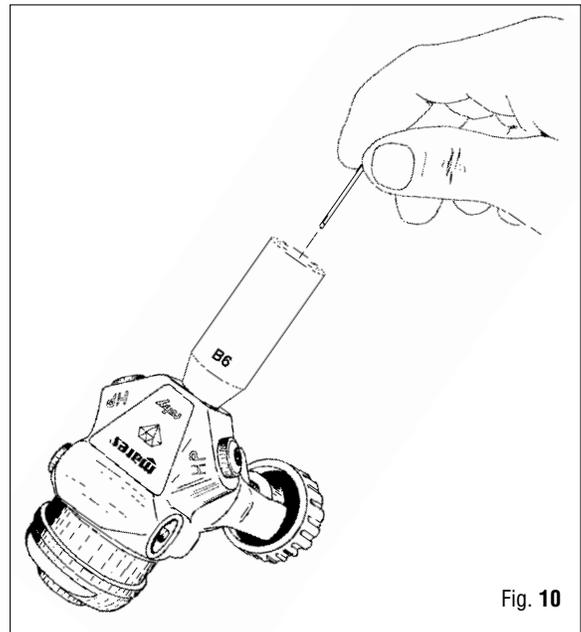

Fig. 10
12. Introduzca el vástago de la válvula (12) en el asiento de la válvula (75) con la herramienta especial (B-6). (Fig.10)